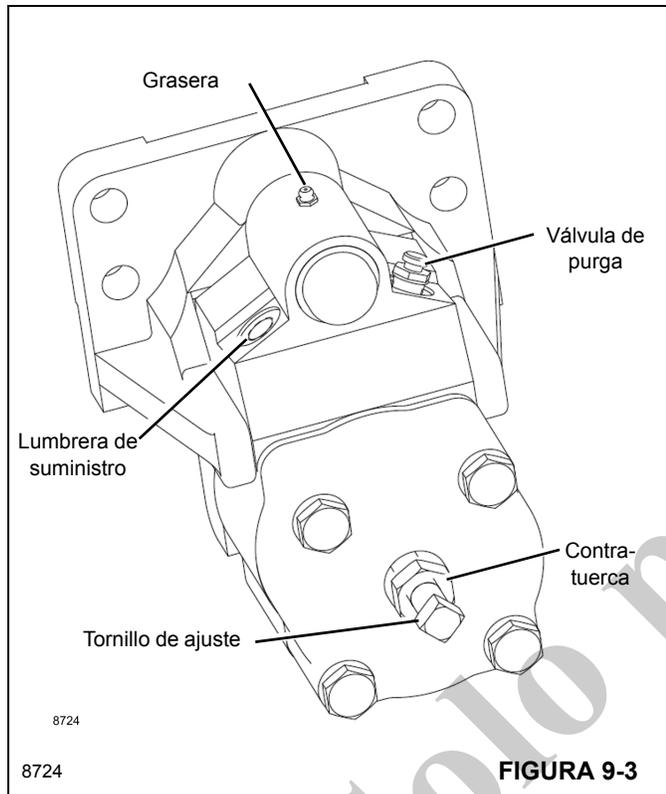

FIGURA 9-3
El freno de estacionamiento es un freno tipo disco (Figura 9-3). El freno de disco está unido al eje de entrada del eje delantero. El freno está unido al chasis detrás del eje delantero. Cuando el interruptor del freno de estacionamiento se coloca en la posición de aplicado, se corta el suministro hidráulico al freno de estacionamiento y los resortes del freno de estacionamiento aplican los tacos de freno contra el disco de freno e impiden el movimiento de la grúa.
estar ubicado en la parte superior de la caja del freno cuando el freno esté instalado. Consulte la Figura 9-3.
6. Purgue el sistema abriendo la válvula de purga. Cierre el tornillo de purga y efectúe ciclos de freno 5 veces. Repita el proceso de abrir el tornillo de purga y el ciclo de los frenos hasta eliminar todo el aire del sistema. Apriete la válvula de purga a un par de 12.2 a 20.3 Nm (9 a 15 lb-pie). Consulte la Figura 9-3.